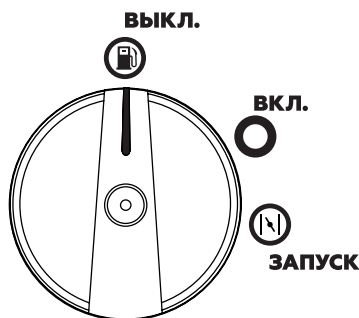

Рис. 13. Положения многофункционального рычага
5. Поверните многофункциональный рычаг сначала в положение «ВКЛ.», затем в положение «ЗАПУСК» (Рис. 13).
При запуске прогретого двигателя воздушную заслонку карбюратора закрывать не нужно. При запуске прогретого двигателя устанавливайте многофункциональный рычаг в положение «ВКЛ.» (Рис. 13).
8. По мере прогрева двигателя (как только двигатель начнет «захлебываться») постепенно открывайте воздушную заслонку (поворачивайте многофункциональный рычаг из положения «ЗАПУСК» в положение «ВКЛ.») (Рис. 13). Прогрев двигателя в зависимости от температуры окружающей среды занимает не более 1 минуты.
5. Поверните многофункциональный рычаг сначала в положение «ВКЛ.», затем в положение «ЗАПУСК» (Рис. 13). При этом открывается топливный кран и закрывается воздушная заслонка карбюратора.
карбюратора закрывать не нужно. При запуске прогретого двигателя устанавливайте многофункциональный рычаг в положение «ВКЛ.» (Рис. 13).
7. По мере прогрева двигателя (как только двигатель начнёт «захлёбываться») постепенно открывайте воздушную заслонку (поворачивайте многофункциональный рычаг из положения «ЗАПУСК» в положение «ВКЛ.») (Рис. 13). Прогрев двигателя в зависимости от температуры окружающей среды занимает не более 1 минуты.
После устранения аварийной ситуации обязательно закройте топливный кран — поверните многофункциональный рычаг в положение «ВЫКЛ.» (ВЫКЛЮЧЕНО) (Рис. 13).
4. Поверните многофункциональный рычаг в положение «ВЫКЛ.» (ВЫКЛЮЧЕНО) (Рис. 13).